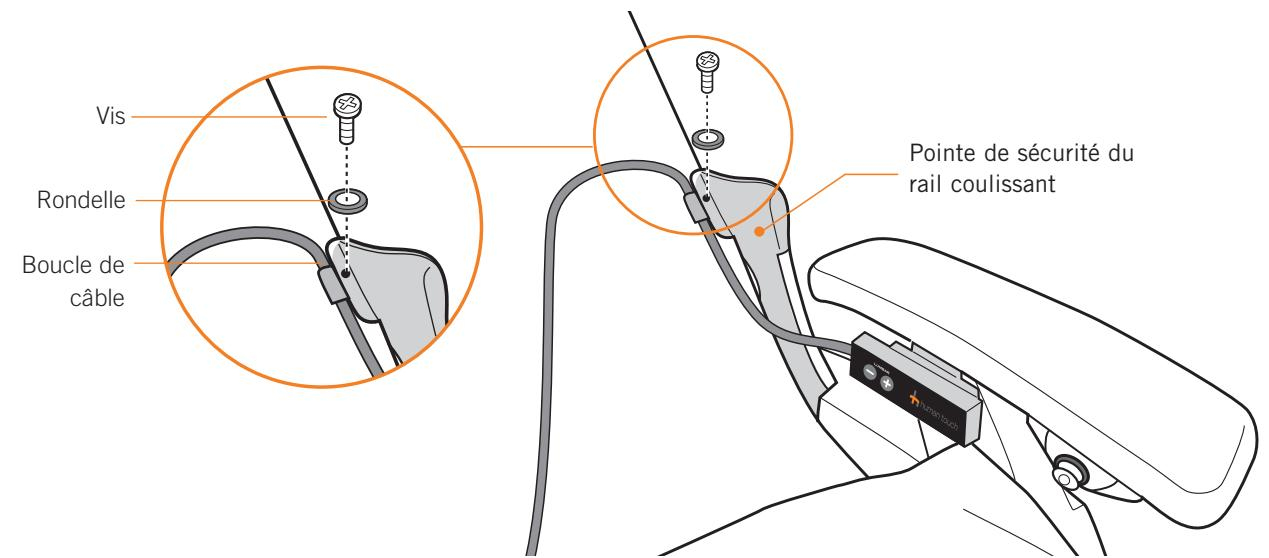

Fig.6
8. À l'aide du tournevis à tête cruciforme, retirez la vis et la rondelle qui fixent l'embout de sécurité du rail coulissant gauche (Fig.6).
9. Placez la boucle de câble du panneau de commande à son emplacement sur le trou de vis, puis remettez la vis et la rondelle pour la fixer. (Fig.6)